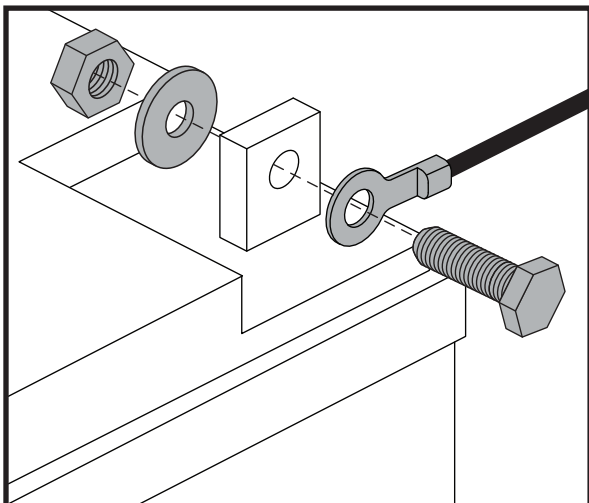

Abb. 14. Befestigungselemente für den Batterieanschluss
5. Trennen Sie die Batterienkabel von den Batterieanschlüssen, indem Sie die Anschlusskappen zurückschieben und die Mutter abschrauben. **Siehe Abb. 14.**